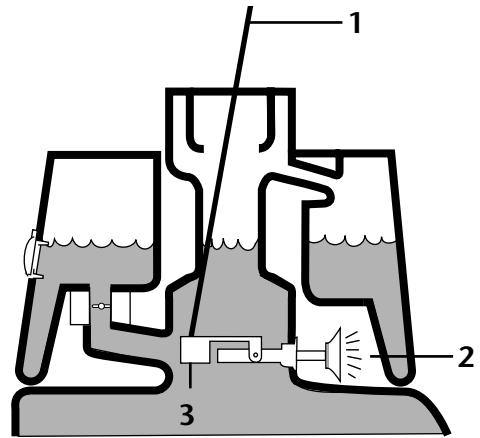

Bild 13
3. Eine(n) saubere(n) Stange oder Schraubenzieher in das Füllrohr des Reservoirs einführen und den Schwimmerschalter vorsichtig nach unten drücken (Bild 13). Nach einer Verzögerung von 1 Sekunde muß der Alarmsummer vernehmbar werden.